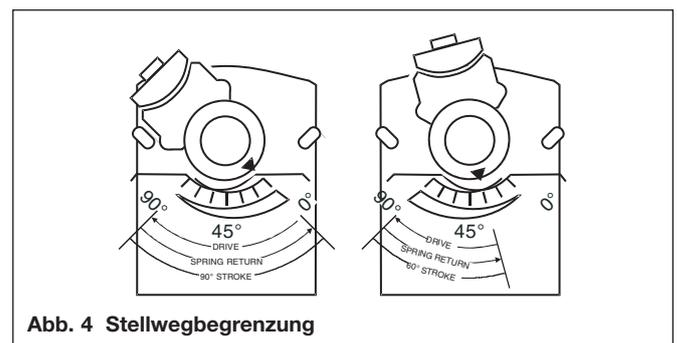

Abb. 4 Stellwegbegrenzung
3. Bewegen Sie die Kupplung in die gewünschte Sicherheitsposition und orientieren Sie sich dabei an der Beschriftung des Stellweges (Drehwinkel S; siehe Abb. 4).
- Beispiel:** Die Einstellung der Achskupplung auf etwaige Sicherheitsposition von 35° (wie am Gehäuse angezeigt), beschränkt den Stellweg auf 60° (siehe Abb. 4).